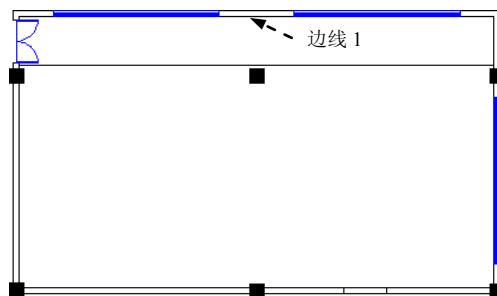

图 17.12.31 偏移直线
Step1. 选择 **修改(M)** → **偏移(O)** 命令，选取图 17.12.31 所示的边线 1 为要偏移的直线 1，向下偏移的距离值为 1715，通过“编辑”命令将偏移出的直线拉长至合适的位置，完成后如图 17.12.31 所示。